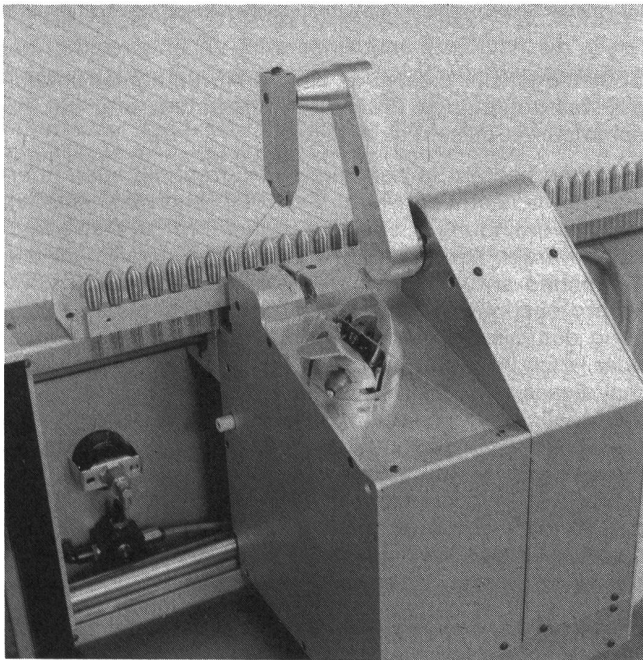

Bild 3
Solche Einschränkungen gelten nicht für einen neuen universellen Spulenwechsler (Modell II), der anlässlich der ITMA 1987 in Paris von Textechno vorgestellt wurde (Bild 3). Dieses Gerät verwendet einen konventionellen Knoter aus einer automatischen Kreuzspulmaschine, der sich in gleicher Weise für ungedrehte und gedrehte Filamentgarne wie für Fasergarne eignet. Das Anknuten erfolgt hier am stillstehenden Faden. In einer Sonderausführung wird der Wechsler mit einem in Fadenlaufrichtung nachgeschalteten Speicherfournisseur ausgestattet. Da derartige Fournisseure intermittierend arbeiten, kann die Anknutphase so in die Aufwickelphase des Fournisseurs gelegt werden, dass auch während des Anknutens ausgangs des Wechslers ein kontinuierlicher Fadenlauf möglich ist (2).